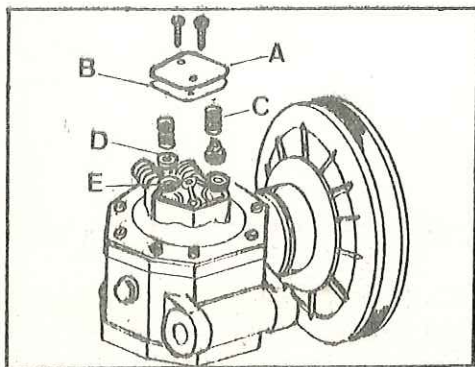

Fig. H-62 Desmontaje de las válvulas
- 1.1. Para desmontar las válvulas: soltar los tornillos de sujeción de la tapa de las válvulas, A, para extraer la junta, B, los muelles, C, las válvulas, D y las juntas de válvulas, E (Fig. H-62).